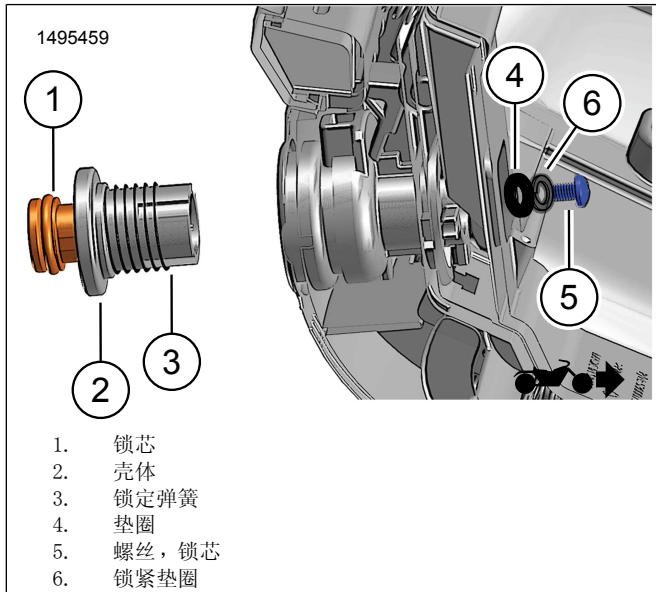

图9。将锁具安装到顶箱上。
- 图9将壳体(2)和锁定弹簧(3)安装到锁芯(1)。
- 图9安装垫圈(4)、锁紧垫圈(6)和螺丝(5)。用手拧紧。